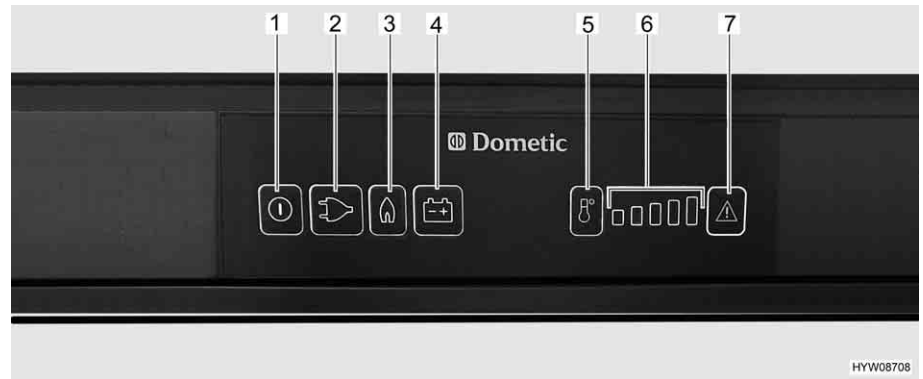

Bild 165 Reglage, knappar för kylskåpet (Dometic 8-serie med MES)
- Tryck på på/av-knappen (Bild 165,1) i cirka 2 sekunder. Kylskåpet slår på sig. Knappen för senast valda driftläge tänds.
- Tryck eventuellt på knappen för driftläge "Gas" (Bild 165,3). Knappen tänds. Nu är gastillförseln öppen. Tändning sker automatiskt. Ett tickande ljud hörs tills tändningsproceduren är klar.
- Ställ in kyltemperaturen med knappen temperaturstegsval (Bild 165,5).
- Tryck eventuellt på knappen för driftläge "230 V" (Bild 165,2). Knappen tänds.
- Tryck eventuellt på knappen för driftläge "12 V" (Bild 165,4). Knappen tänds.